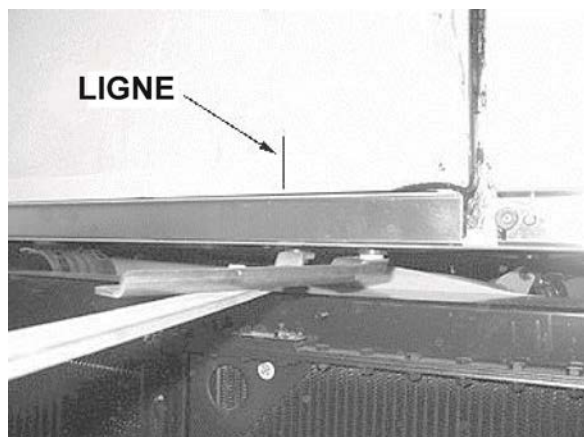

FIGURE 62: LIGNE DE RÉFÉRENCE
2. À l'aide d'un maillet en caoutchouc, ajuster la partie inférieure du bras du pantographe afin d'obtenir  $4 \pm 1$  mm entre le panneau latéral et la porte du compartiment moteur (voir les Figure 62 et Figure 63).